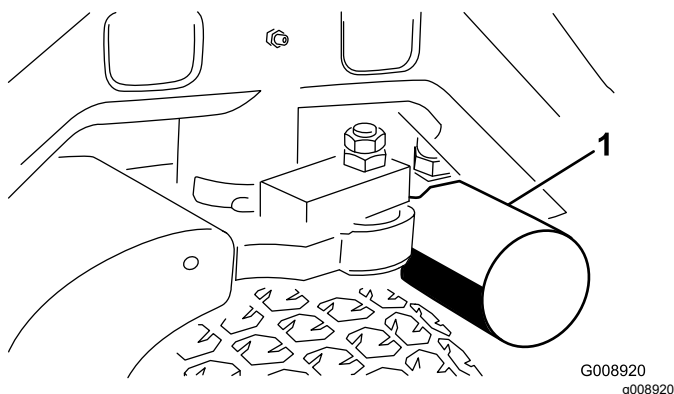
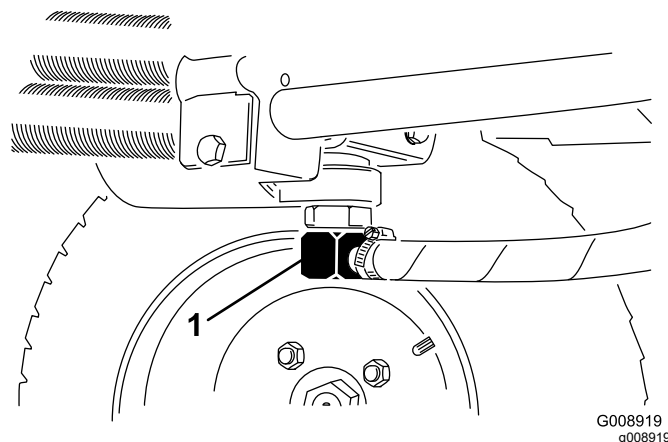

Figure 58
Figure 59
3. Nettoyez la zone autour de la surface de montage du filtre. Placez un bac de vidange sous le filtre (**Figure 58**) et enlevez le filtre.
2. Débranchez la conduite hydraulique (**Figure 59**) ou enlevez le filtre hydraulique (**Figure 58**) et laissez couler l'huile dans un bac de vidange. Rebranchez la conduite hydraulique quand la vidange est terminée.